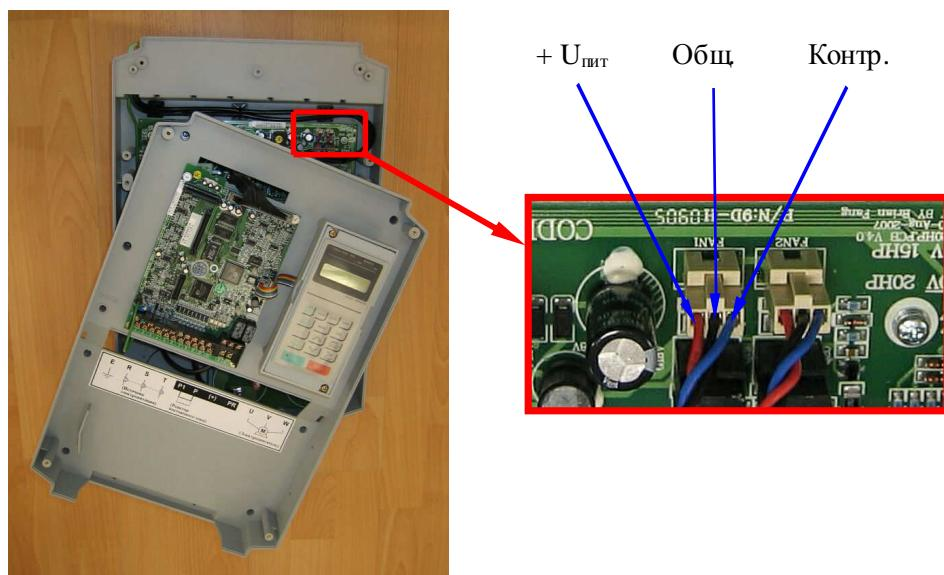

Рис. 4.10. Диагностика вентиляторов.
4.8.1. Соединить плату драйверов с платой ЦП при помощи шлейфа ЦП (табл. 4.1, поз.8). Взаимное расположение элементов должно гарантировать невозможность их случайного соприкосновения (см. рис.4.10).
4.10.3. Отсоединить разъем вентилятора от платы драйверов и проверить его вращение, подав напряжение =24 В от источника питания (п.3.4.2) между контактами +Упит и Общ (рис.4.10). При отсутствии вращения – вентилятор заменить (п. 5.5).
4.10.5. В случае появления сообщения об ошибке «ОН2» поочередно измерить напряжение на разъёмах FAN 1 и FAN 2 между выводами Общ. и Контр. (см. рис. 4.10). У исправного вентилятора напряжение при работе должно составлять менее 1 В. Если напряжение составляет 13...18 В - вентилятор неисправен.